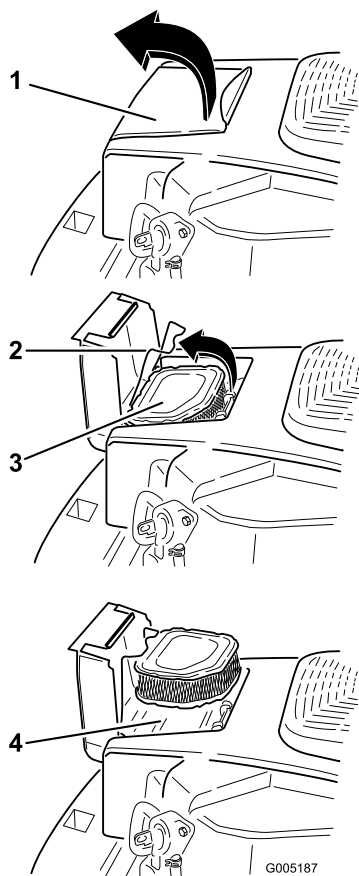

Figura 28
1. Abra la tapa del limpiador de aire de la carcasa del soplador para tener acceso al elemento del limpiador de aire (Figura 28).
2. Abra el enganche de alambre y retire el elemento del limpiador de aire (Figura 28).